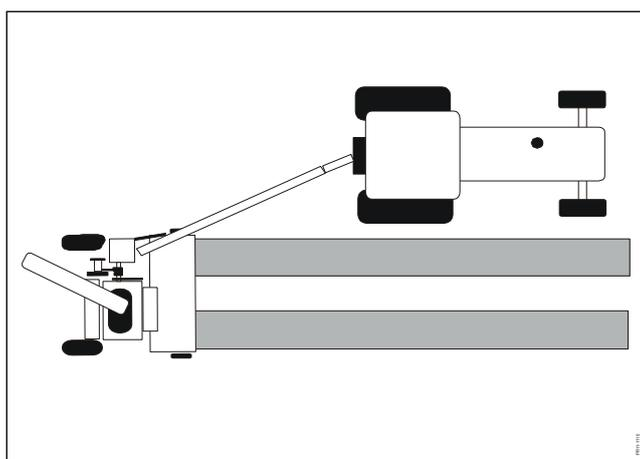

Abb. 6-9
- Abb. 6-9** 1) Der Häcksler sammelt Gras neben dem Schlepper auf und arbeitet dabei mit Versatz. Die Maschine kann breite einzelne Schwaden sowie doppelte Schwaden aufnehmen, die für den Häcksler gut geeignet sind. Eine geeignete Fahrtechnik besteht darin, das Erntegut in einen Anhänger abseits des Feldhäckslers zu laden.